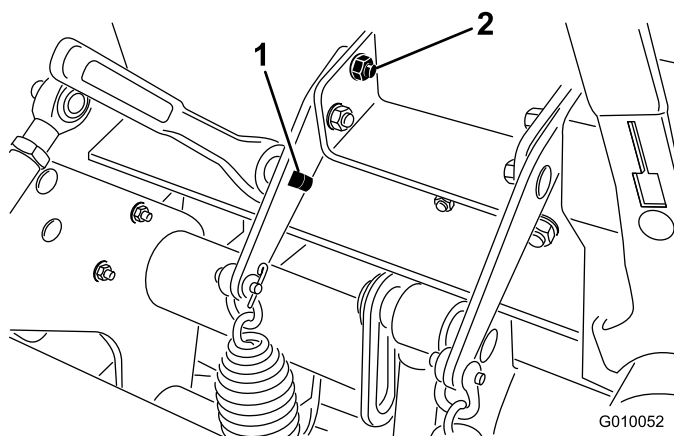

Figura 37
2. Insira uma lingueta de travacção com 1/2 pol. ou uma alavanca no orifício quadrado na placa de molas (Figura 37).